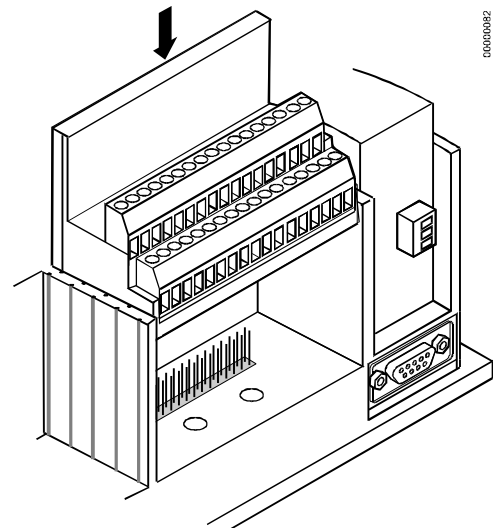

Abb. 36 Einfügen der Schraubklemmenblöcke
12. Fügen Sie die Klemmenblöcke in das Gehäuse ein, wie in Abb. 36 gezeigt.